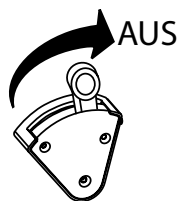

Abbildung 34. Sicherheitsnotausschalter (OFF)
3. Bringen Sie den **Sicherheitsnotausschalter** (Abbildung 34) in die Stellung "AUS".